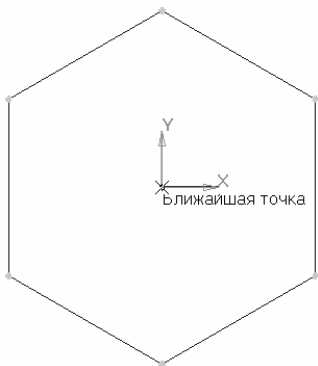

Рис. 33. Построение основания призмы
4. От точки с координатами (0; 0) начертим шестиугольник, вид которого показан на рис. 33, с помощью Инструментальной панели: Прямоугольник >> Многоугольник (в Панели свойств зададим значение – 6 вершин, радиус описанной окружности – 30 мм).
1. Курсором выделим верхнее основание 6-гранной призмы (см. рис. 33).